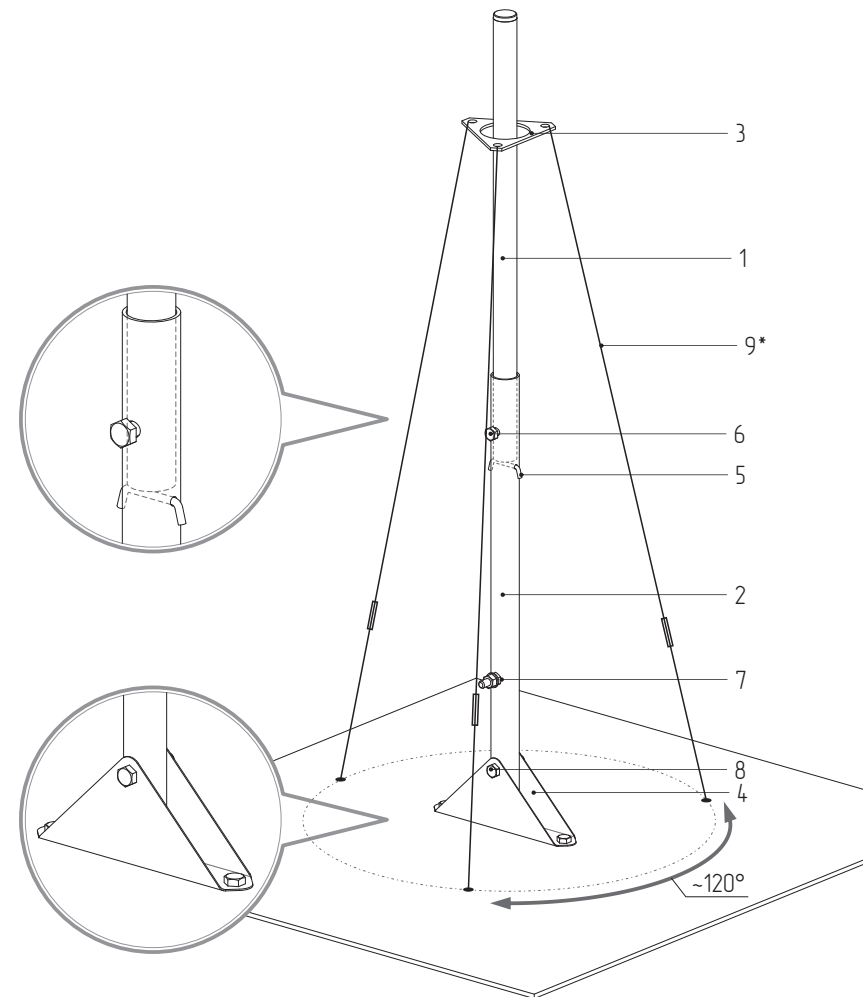

Рис. 1 Внешний вид и элементы конструкции мачты антенной МА-3
- 4.1. Элементы конструкции мачты показаны на рис. 1.